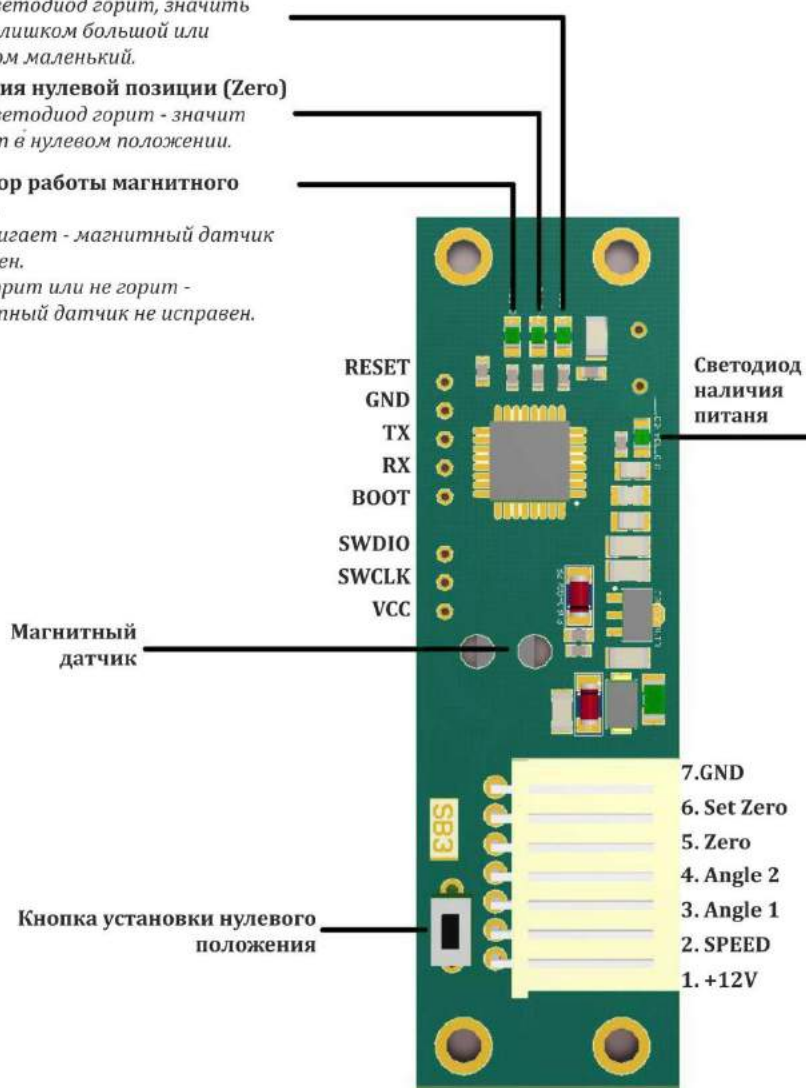

Рис. 20 – Плата магнитного датчика РСВ 730.01
- 3) Установить створку в нужное нулевое положение (Рис.19 и Рис.20);